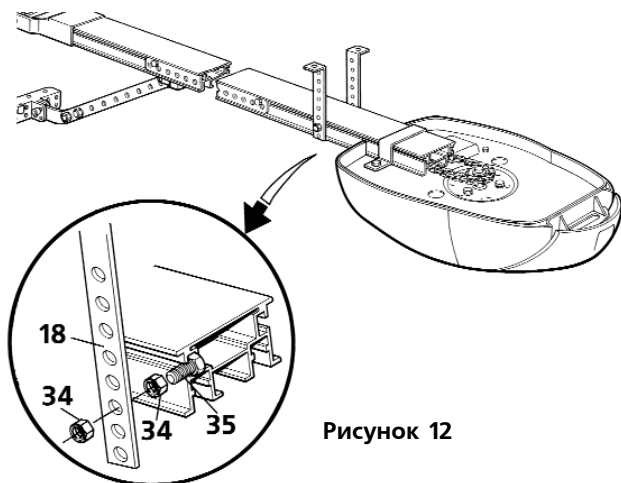

Рисунок 12
10. Разметить и произвести в потолке сверление отверстий под установку дюбелей, установить и закрепить скобы подвеса (18) (рис. 12), закрепить привод SPIDO к потолку. Отрезать лишние части скоб подвеса.